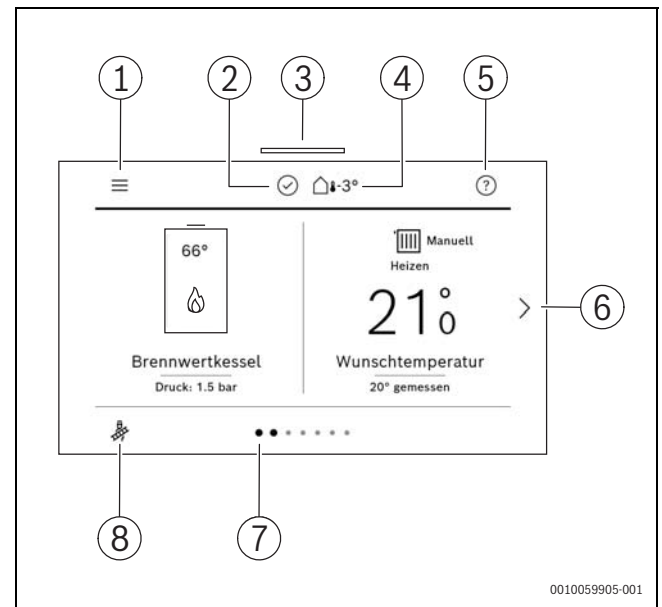

Bild 45 Bedienfeld
- ▶ Symbol  (allgemeine Einstellungen) im Bedienfeld (→Bild 45) mindestens 5 Sekunden gedrückt halten.
- ▶ Symbol  (allgemeine Einstellungen) im Bedienfeld (→ Bild 45) mindestens 5 Sekunden gedrückt halten.